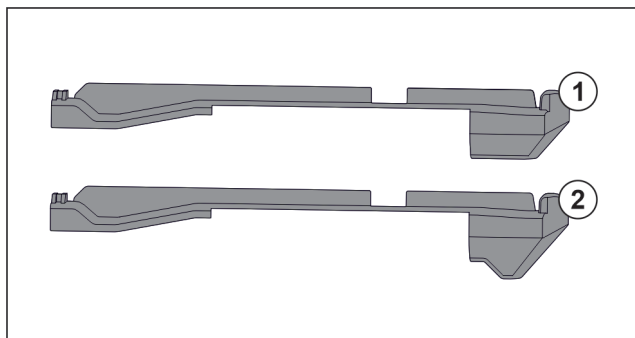

Fig. 123 Porovnání nasazovacích dílů
V přístroji se nacházejí dva různé nasazovací díly. Nasazovací díl nad nejspodnější zásuvkou Fig. 123 (2) má hranu trojúhelníkového tvaru. Všechny ostatní nasazovací díly Fig. 123 (1) mají rovnou hranu.
- ▶ Nasazovací díl Fig. 123 (2) s hranou trojúhelníkového tvaru připevněte nad nejspodnější zásuvkou.
- ▶ Nasazovací díl Fig. 123 (1) s rovnou hranou připevněte na všech ostatních místech.